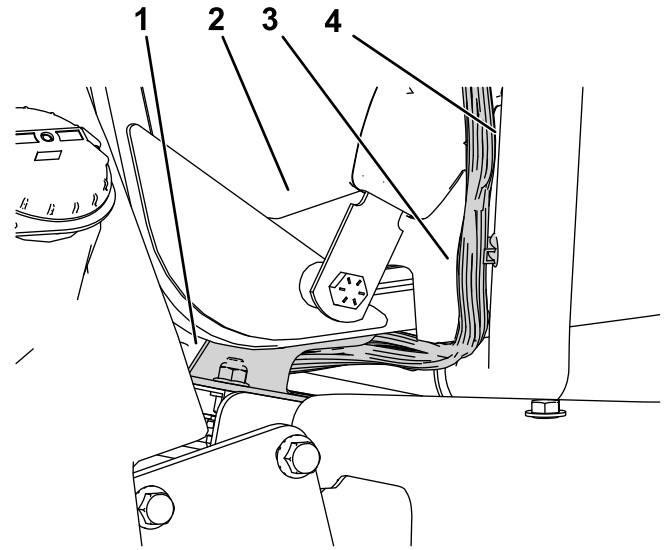

Figura 6
- Desconecte el lado derecho del soporte del asiento del raíl del asiento para crear espacio para el arnés de cables de la consola entre el soporte del asiento y el raíl del asiento (Figura 6).
- Dirija el arnés de cables de la consola entre el soporte del asiento y el raíl del asiento (Figura 6).